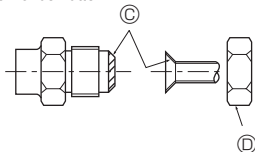

Fig. 4-1
### 4.2. Rohranschlüsse (Fig. 4-1)
① (Fig. 4-1)
② (Fig. 4-1)